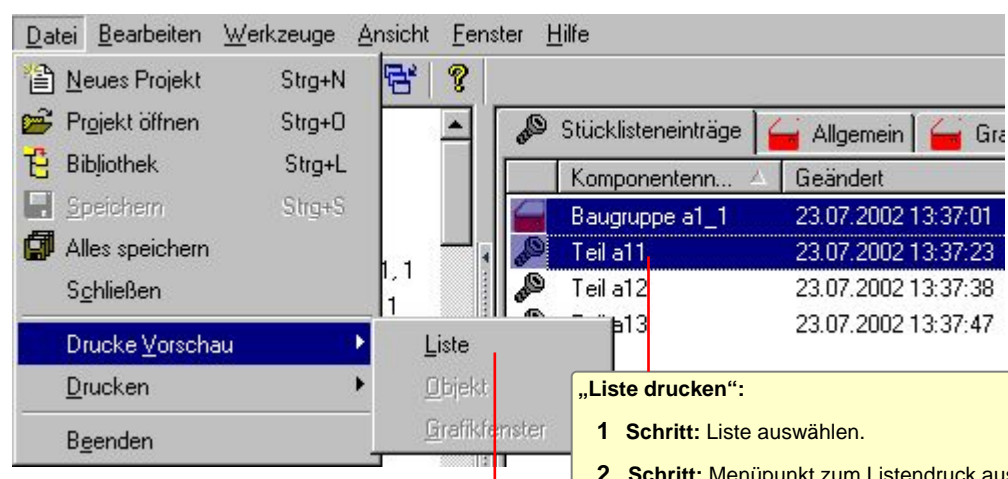

Abbildung 5: Vorschau einer Liste drucken
- Im linken Fenster (Objektliste) oder im Sucher einen Listeneintrag mit der linken Maustaste auswählen. Siehe Abbildung 5.